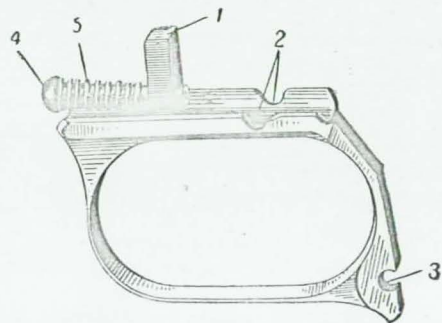

Рис. 25. Спусковая скоба:
26. Спусковая скоба (рис. 25) служит для предохранения от случайного нажатия на спусковой крючок. Она сделана отъемной и отделяется от